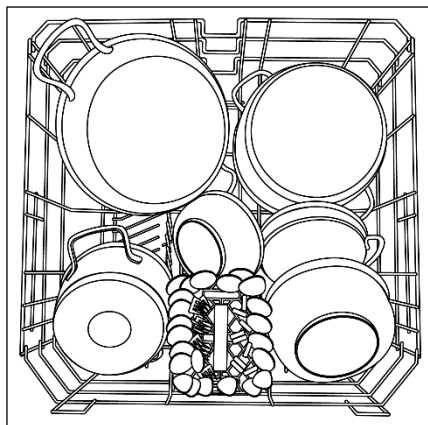

Fig. 4
• AQUASTOP (fig. 4):
Un chargement standard journalier est indiqué dans les fig. 4.